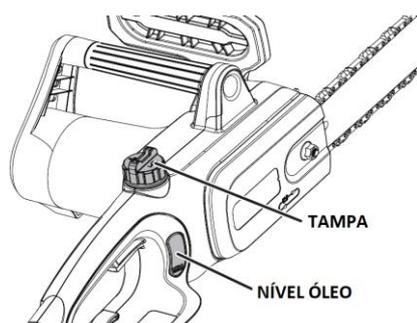

Fig. 4
1. Remova a tampa do reservatório de óleo de corrente (Fig. 4). Encha o reservatório com óleo de barra e corrente (SAE30) até que o nível de óleo atinja a capacidade total.